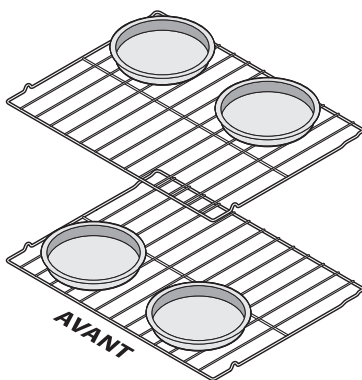

Figure 10 : Positionnement des plats de cuisson sur deux grilles
- Pour la cuisson sur deux grilles, voir à les placer en position Figure 10.